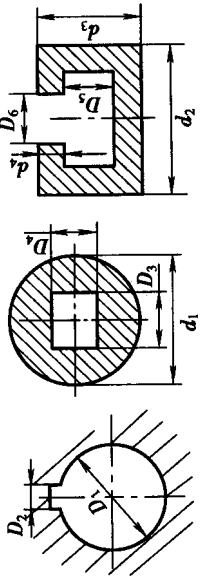

图 2-1
1. 分析图 2-1 中各尺寸, 哪个尺寸表示的是孔? 哪个尺寸表示的是轴?